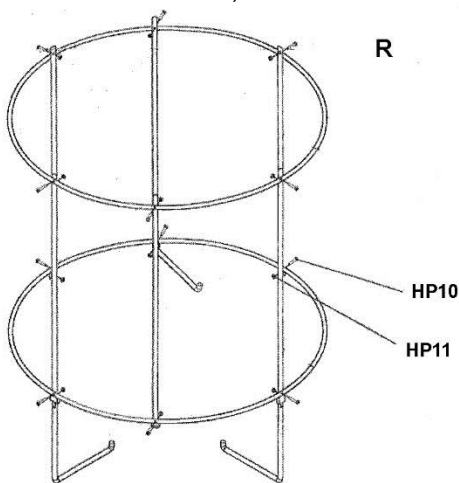

Рис. 13
18. Прикрутите короткие и длинные опоры рамки к кольцам в переменном порядке, как показано на Рис. 13, с помощью 12 винтов с полукруглой головкой и шестигранных гаек (НР10, НР11). (Примечание: Загнутые концы длинных опор направлены внутрь, как показано на Рис. 13).